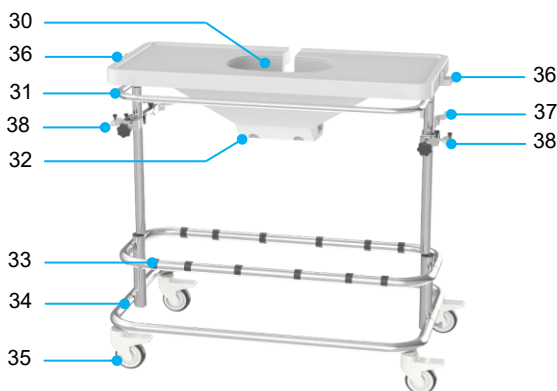

Abbildung 8 Rollwagen
Die Thermoeinheit und die beiden Pumpeneinheiten sind auf einem Rollwagen montiert (Abbildung 8). CDer Wagen ist mit Lenkrollen mit Bremsen und einer Griffstange zum Schieben ausgestattet, um den Transport innerhalb des Krankenhauses zu ermöglichen.
- Bringen Sie den Rollwagen in die richtige Position und arretieren Sie die Bremsen an den Lenkrollen (Abbildung 8, Ziffer 35).
- Setzen Sie den Behälter für die Leber in die Vertiefung des Liver Assist-Tisches (Abbildung 8, Ziffer 30).
- Richten Sie den blauen Schlauch zur Pfortaderseite (PV) und den roten Schlauch zur Arterienseite (HA) hin aus.
- Bringen Sie die Drucksensoren an den Halterungen an jeder Seite der Tischplatte an (Abbildung 8, Ziffer 36).
- Bringen Sie die Oxygenatoren in den Halterungen am Rollwagen an (Abbildung 8, Ziffer 37), indem Sie sie in die Klemme drücken (Abbildung 11).